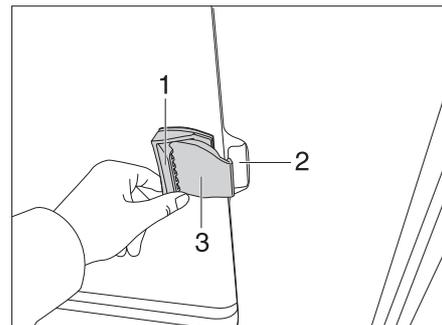

Fig. 62 Ventana corredera sin bloqueo
- Tirar de la trampa de tirador (Fig. 62,1) empujando o tirando del tirador al mismo tiempo hacia delante.